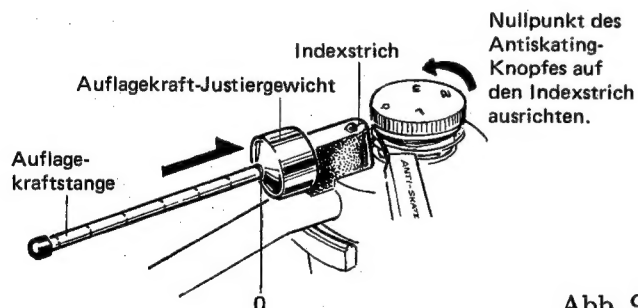

Abb. 9
1. Das Auflagekraft-Justiergewicht ganz zum rückwärtigen Ende der Auflagekraftstange schieben (Abb. 9).
2. Den Antiskating-Knopf im Gegenurzeigersinn auf "0" stellen (Abb. 9).